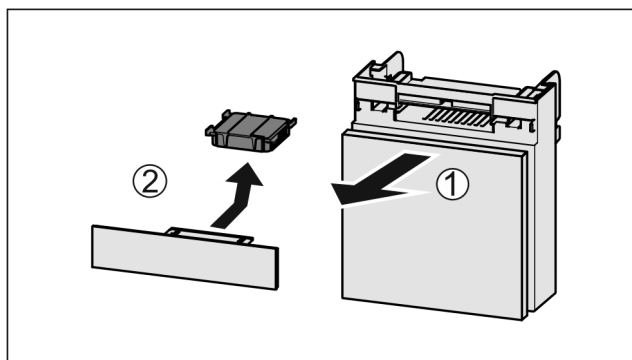

Fig. 96
- Estrarre il vano tirando in avanti Fig. 96 (1).
- Rimuovere il filtro a carboni attivi Fig. 96 (2).